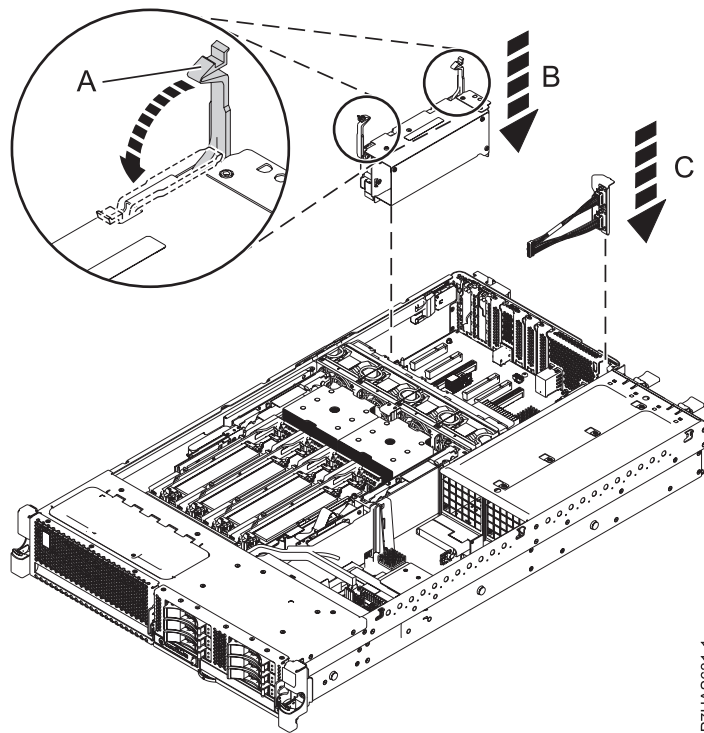
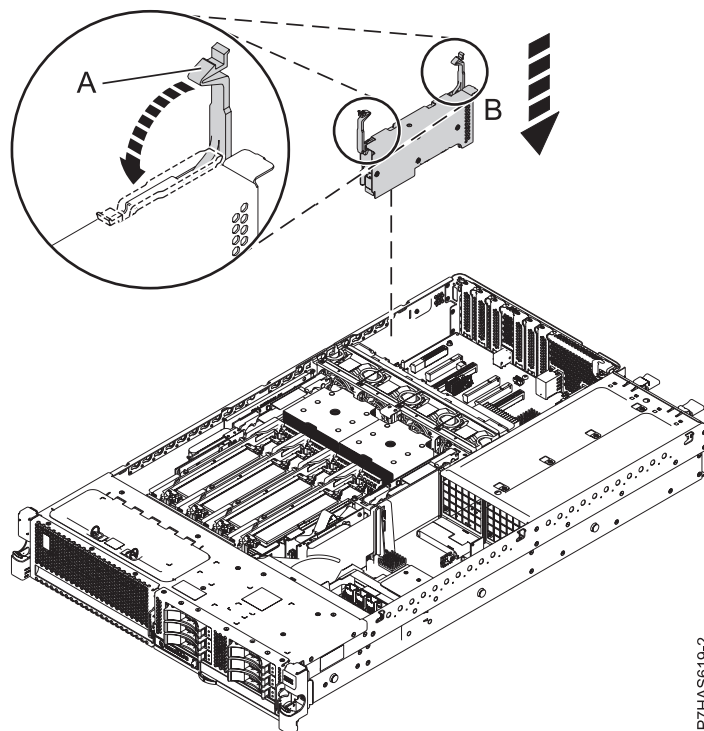

Figura 2. Instalación del adaptador GX FC EJ0G en un sistema
Figura 3. Instalación del adaptador GX FC EJ0H en un sistema
9. Prepárese para instalar el adaptador nuevo estirando los pestillos **(A)** del adaptador hasta la posición de abierto. La Figura 2 en la página 4 muestra cómo instalar el adaptador GX FC EJ0G en el sistema y la Figura 3 en la página 4 muestra cómo instalar el FC EJ0H en el sistema.
12. Gire de forma uniforme los pestillos **(A)** a la posición de bloqueo, como se muestra en Figura 2 en la página 4 y Figura 3 en la página 4.
- a. Sujete con cuidado el cable de SPCN de 2 puertos del FC EJOG **(C)**, que se muestra en la Figura 2 en la página 4, por la parte superior del cabezal, y alinéelo con la ranura 1 de GX (P1-C1) que se abre en la parte posterior del chasis.